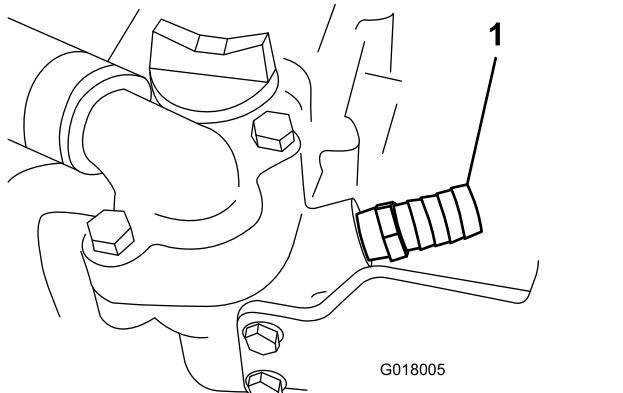

Figure 32
2. Installez un bac de vidange. Enlevez le bouchon sous et à l'avant du boîtier de thermostat, appliquez du mastic d'étanchéité sur le filetage du raccord droit ($\frac{5}{8}$ "), et mettez-le en place sur la machine (Figure 32).